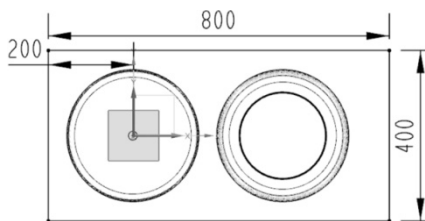
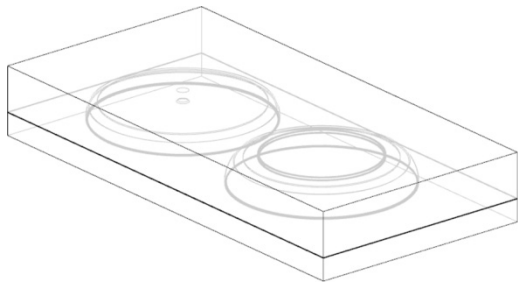

图 12-15 绘制截面
图 12-16 创建工作件
(35) 在主菜单中上选取“插入 | 组合 | 缝合”命令，缝合所有曲面。
(36) 选取“菜单 | 格式 | 图层设置”，设定第 1 层为工作图层。
(37) 单击“拉伸”按钮，以 XOY 平面为草绘平面，绘制一个截面，如图 12-15 所示。
(38) 单击“完成”按钮，在【拉伸】对话框中对“指定矢量”选择“ $ZC \uparrow$ ”，“开始”选择“值”，“距离”设为-40mm，“结束”选择“值”，“距离”设为 80mm，对“布尔”选择“无”。
(39) 单击“确定”按钮，创建工作件，如图 12-16 所示。